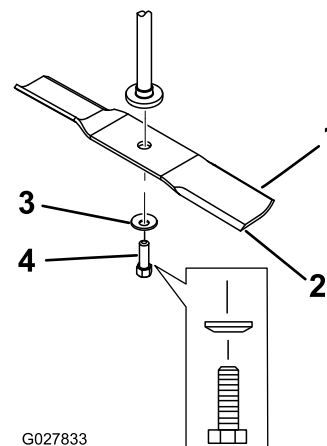

Рисунок 65
2. Отверните болт ножа, снимите изогнутую шайбу и нож с вала шпинделя (Рисунок 65).
- Установите нож на шпindel (Рисунок 65).
- Установите изогнутую шайбу (чашеобразной стороной в сторону ножа) и болт ножа (Рисунок 65).